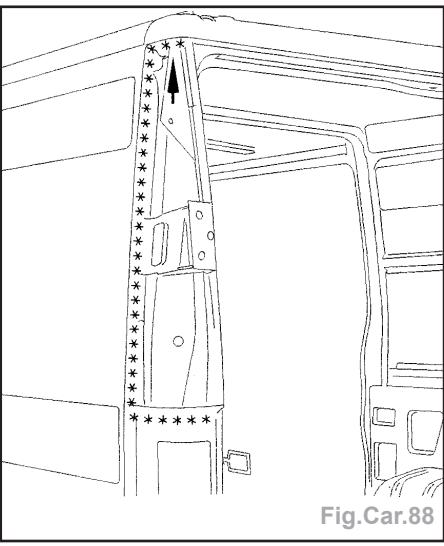

Fig.Car.88
- Dégrafer la ligne de points à l'aide d'une fraise de Ø 8 mm (Fig.Car.88).